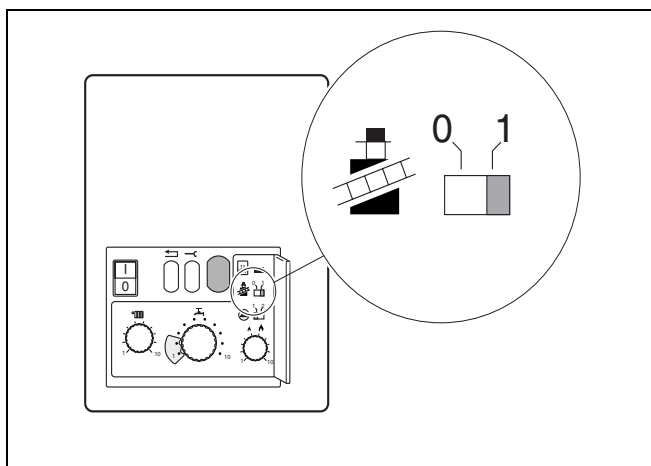

Fig. 25 Interruttore spazzacamino
- Porre l'interruttore spazzacamino (fig. 25) sulla posizione "1". Nel modello Logamax plus GB112-60 si raggiunge la massima potenza solo dopo ca. 1 min. Attendere un minuto prima di procedere con le misurazioni!